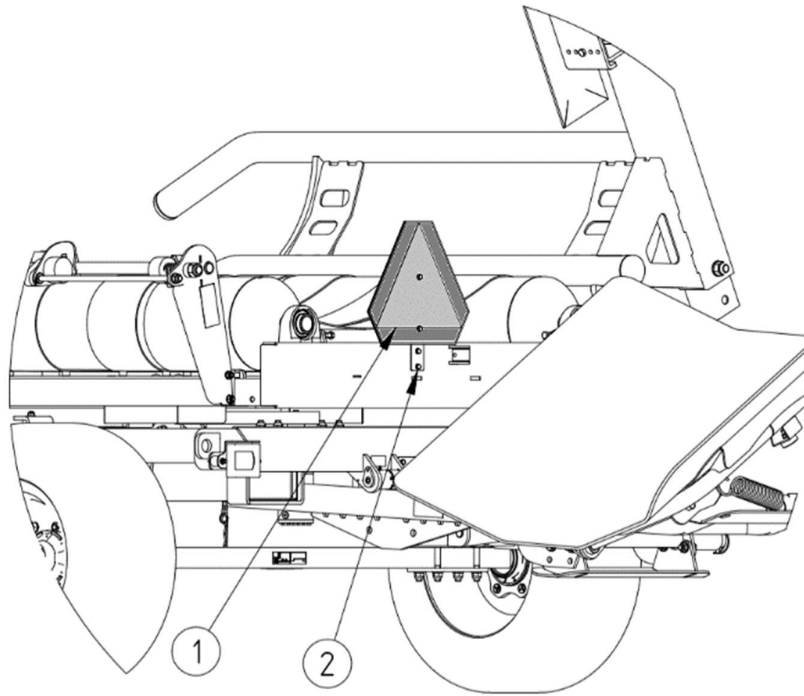

Abbildung 23 Montagestelle des Kennzeichnungsschildes für langsam fahrende Fahrzeuge
- Bei Fahrten auf öffentlichen Straßen muss das Warndreieck für langsam fahrende Fahrzeuge angebracht werden, Abb. 23